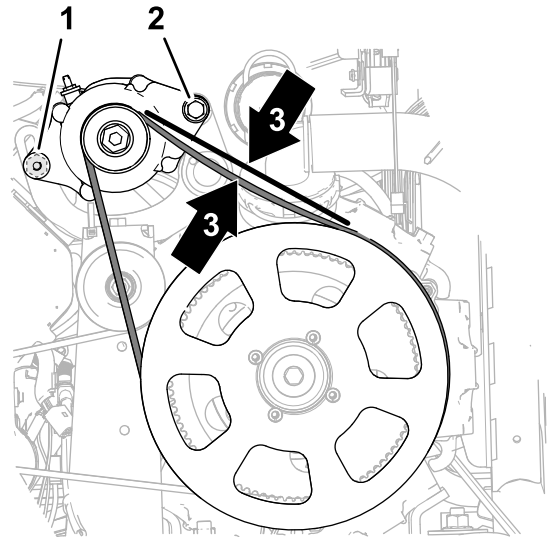

图 183
4. 向上旋转交流发电机图 183以增加皮带的拉力直到当在皮带上交流发电机皮带轮与驱动皮带轮279mm的中间位置施加 4.5kg 的力时测量到 9.5mm 的下压。